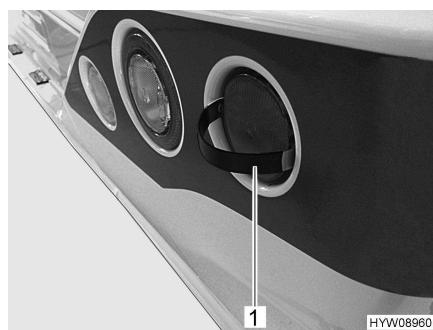

Fig. 122 Togliere la copertura
- Innestare i naselli dello strumento fornito (Fig. 122,1) come raffigurato, accanto alla copertura.